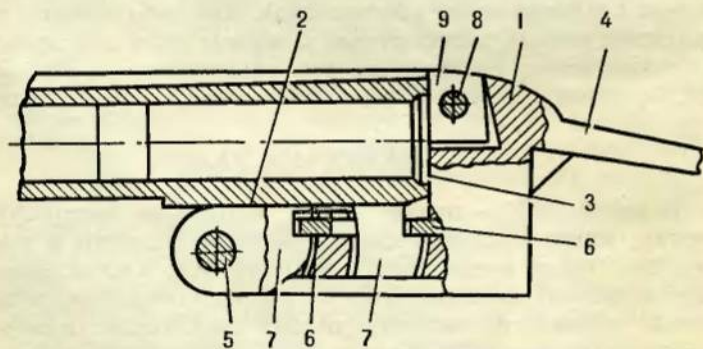

Рис. 4. Коробка (колодка) ружья с откидывающимися стволами:
**Затвор** — один из важнейших элементов ружья. Он служит для запирания стволов с казенной части и соединения их с прикладом. У ружей с откидывающимися стволами затвор состоит из коленчатой колодки (коробки) и систем запирания (рис. 4). Колодка служит для запирания канала ствола с казенной части, расположения деталей предохранительного, ударного и запирающего механизмов ружья, а также для соединения стволов, цевья и спускового механизма между собой. Часть колодки, на которую ложатся сверху стволы, называется подушкой, а поверхность колодки, прилегающая к казенному срезу стволов и имеющая отверстия для выхода бойков, называется щитком (лбом).